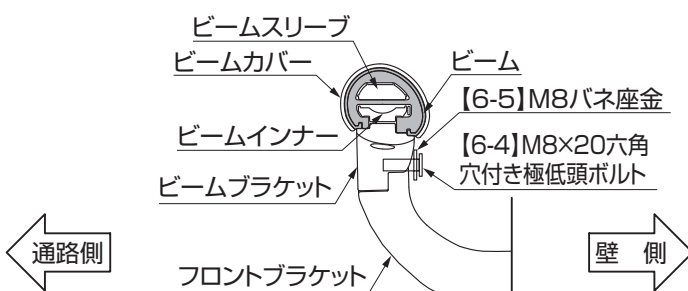

図4-3 ビーム納まり断面図
- ビームスリーブ、ビームインナー、ビームカバーを差込む位置は、ビーム納まり断面図を参照してください。(図4-3参照)
- ⑤仮止めしていた【6-6】を締めて、ビームブラケットを固定してください。